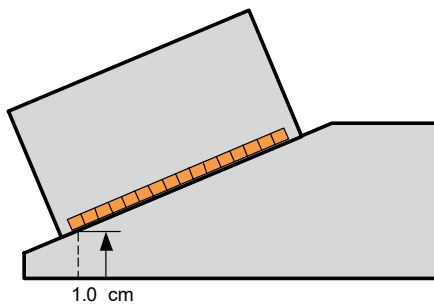

图 4-9 第一晶片的高度
- f) 选择**高度**，然后输入第一晶片的高度（参见第 106 页的图 4-9）。